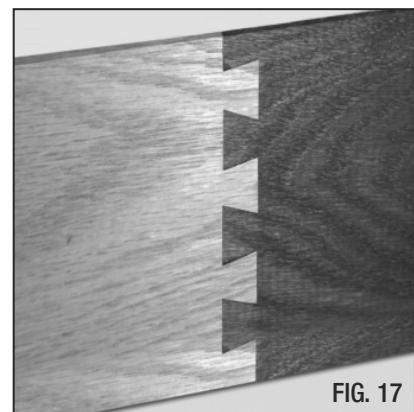

FIG. 17
1. Cuando corte una unión de borde, el redondeado creado por la plantilla debe eliminarse para unir las dos piezas de madera utilizando una unión de colas de milano. (FIG.17)